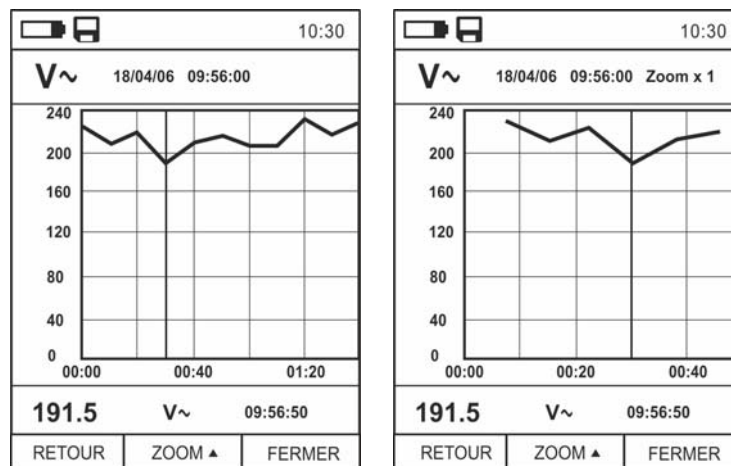

Fig. 35: Fonction data logger – Affichage du graphique d'enregistrement
17. Appuyer sur la touche **MODE (EVOLUT.)** pour afficher à l'écran le graphique de l'enregistrement et l'évolution correspondante dans le temps (Trend). La page-écran Fig. 35 – partie gauche s'affiche à l'écran
19. Appuyer sur la touche ▲ (**ZOOM**) pour activer (si disponible) le Zoom des valeurs sur le graphique (voir Fig. 35 – partie droite) dans le but d'augmenter la résolution. L'indication « Zoom xY » où Y = dimension max de zoom est présente dans la partie haute de l'écran. Il est possible d'effectuer un zoom X1 pour au moins 10 points de mesure, X2 pour au moins 20 points de mesure, X3 pour au moins 40 points de mesure et ainsi de suite pour un maximum de 6 opérations de zoom